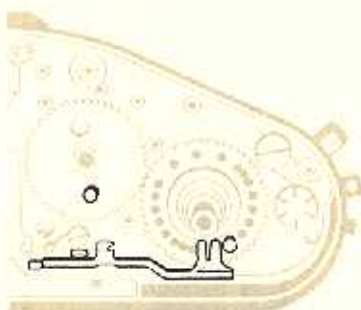

Abb. 6
- e) Aufzugsrad auf Vierkant der Aufzugsachse aufsetzen. Aufzugsfeder muß bei der Stellung des Aufzugsrades, die Abb. 6 zeigt, im aufgezogenen Zustand um ca.  $\frac{1}{2}$  Umdrehung entspannt sein (Feder muß „atmen“, Niet beachten).
- f) Einstellrad 300.27 U 6, wie Abb. 6 zeigt, einsetzen (Niet beachten).